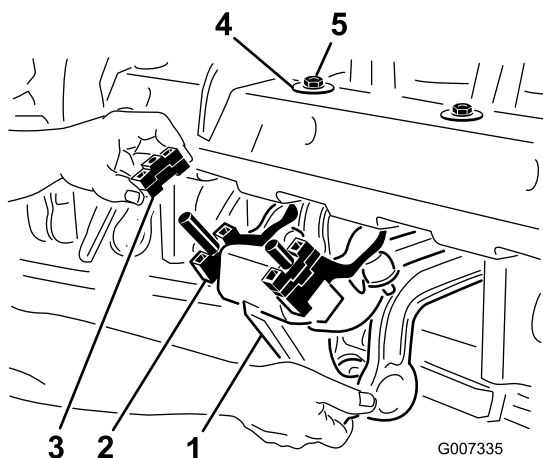

Рисунок 26
1. Отверните 2 контргайки (½ дюйма) крепления узла амортизатора Rotalink к нижней поверхности рамы азраторного вала (Рисунок 26).
2. Опустите узел амортизатора, чтобы открыть доступ к разделителям (Рисунок 26).
4. Снова присоедините узел амортизатора к раме азраторного вала. Убедитесь, что полушайба установлена на раму азраторного вала, как показано на Рисунок 26. Затяните 2 контргайки.